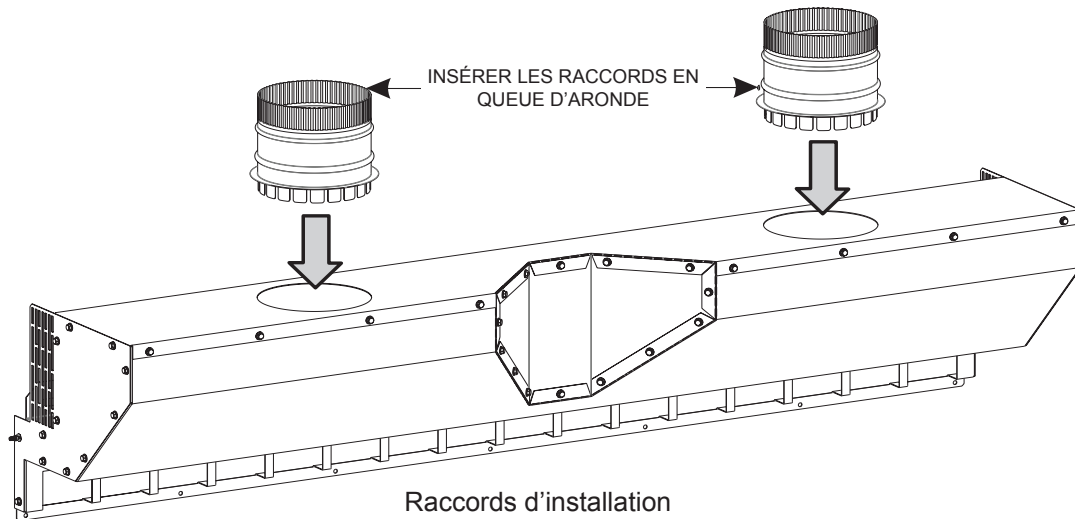

Figure 7
- Repérer les deux colliers à sortie de raccordement en queue d'aronde de 6 po (152,4 mm) de diamètre et les installer dans le fond du corps de l'ensemble de transfert de chaleur comme illustré dans la **Figure 7**. Une fois qu'un collier est inséré dans l'orifice de 6 po (152,4 mm) de diamètre, mettre des gants et replier les languettes en queue d'aronde pour verrouiller les colliers.